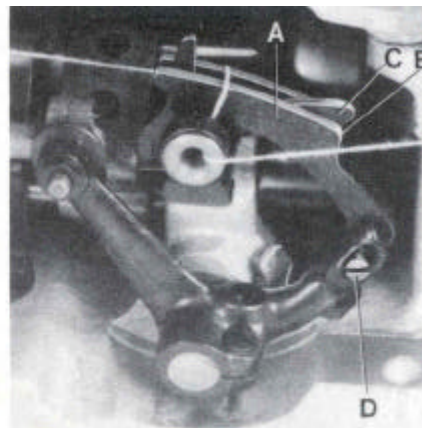

Fig.11
On the two thread double locked stitch styles, the height of the looper thread take-up (A, Fig. 11) is set so, that the cast-off hook (C) forces the looper thread over the corner (B) of the looper thread take-up (A) at the time the point of the descending needle is flush with the lower edge at looper or projects up to 1 mm (.040") below the lower edge of looper.
For setting the looper thread take-up loosen screw (D, Fig. 11).
Bei den Zweifaden-Doppelkettenstichmaschinen wird die Höhe des Greiferfadenaufnehmers (A, Fig. 11) so eingestellt, daß der Greiferfadenzugshaken (C) den Greiferfaden zu dem Zeitpunkt über die Ecke (B) am Greiferfadenaufnehmer (A) zieht, wenn die Spitze der sich nach unten bewegenden Nadel mit der Unterkante des Greifers bündig ist oder bis zu 1 mm unterhalb der Greiferunterkante steht.
Zur Einstellung des Greiferaufnehmers lösen Sie die Schraube (D, Fig. 11).